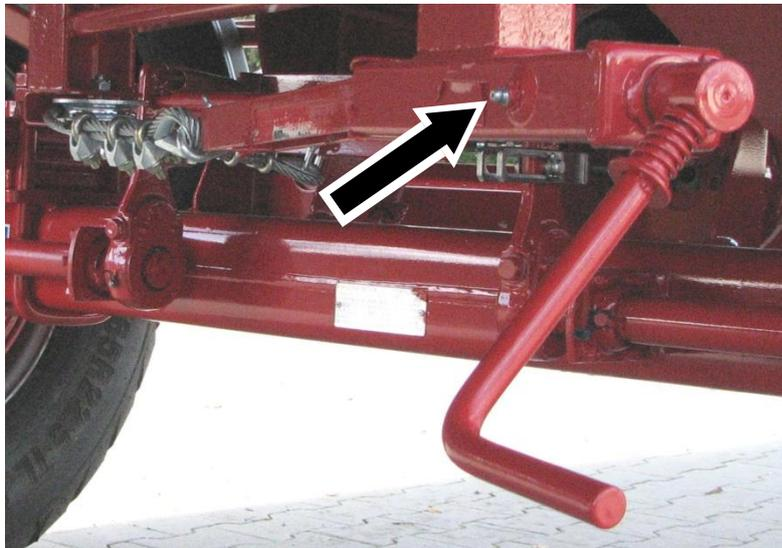

Abbildung 58: Schmiernippel der Spindel
- ⇒ Schmieren Sie die Spindel über den Schmiernippel mit Fett ab (siehe Abbildung 58).